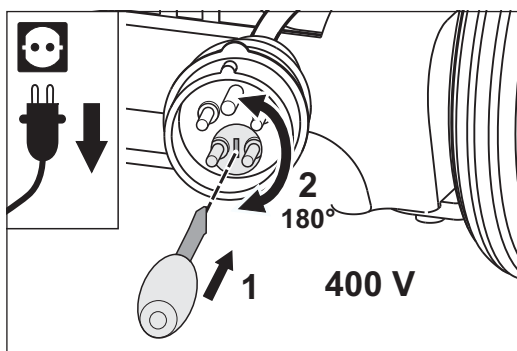

Abb. 17 Zur Änderung der Drehrichtung des Motors den Phasenwender im Stecker des Motorkabels um 180° verdrehen.
- Stecken Sie einen Schraubendreher in den Schlitz des Phasenwenders im Stecker des Motorkabels (Abb. 17, 1).
- Durch Druck mit dem Schraubendreher wird der Phasenwender entriegelt und muss dann gleichzeitig um 180° gedreht werden (Abb. 17, 2).
- Der Phasenwender muss durch Überwindung eines geringen Widerstands um 180° gedreht werden (Abb. 17, 2).